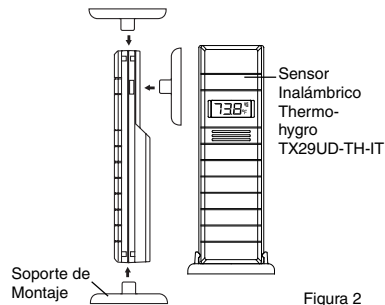

Figura 2
2. Sensor a distancia inalámbrico Thermo-Hygro (TX29UD-TH-IT) y soporte de montaje. (Figura 2)